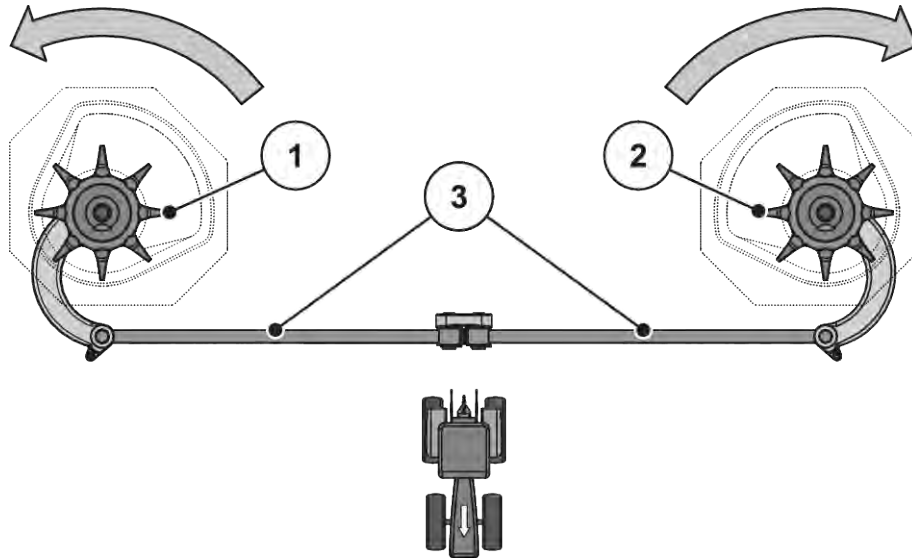

Abb. 54: Rührwerksantrieb prüfen
- Rührkopf von Hand **in die Drehrichtung der Wurfscheibe** drehen. Siehe *Abb. 54 Rührwerksantrieb prüfen*.
- Rührkopf von Hand oder mithilfe eines Ölfilterbandes kräftig **gegen die Drehrichtung der Wurfscheibe** drehen. Siehe *Abb. 54 Rührwerksantrieb prüfen*